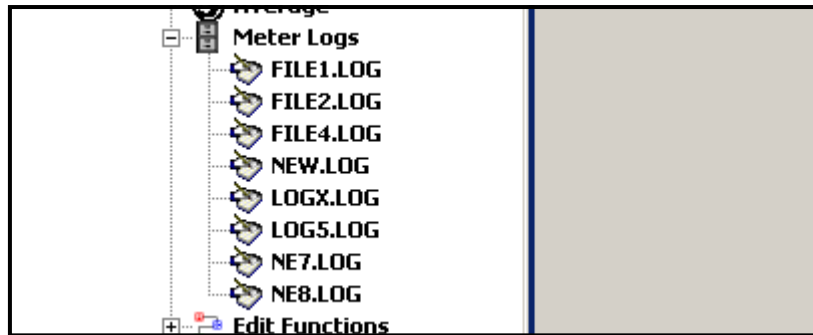

Figure 19: Une option étendue de journaux de compteur
1. Dans le navigateur Nouveau compteur de PanaView, développez l'arborescence du réseau et cliquez sur l'option Journaux du compteur. Si tu as créé un ou plusieurs journaux, l'arborescence ressemblera à la Figure 19e and click on the *Meter Logs* option. If you have created one or more logs, the tree will appear similar to Figure 19.